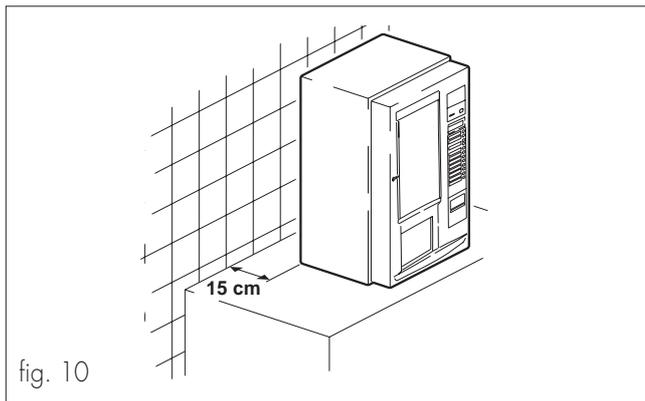

fig. 10
- Colocar el distribuidor respetando las distancias a las diferentes paredes, según se indica en la figura (fig. 10).